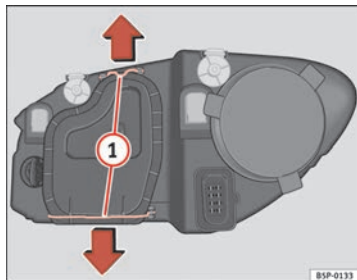

Fig. 165 Feux de croisement
- Déplacez les tirants ⇒ fig. 165 ① dans le sens de la flèche puis retirez le cache.